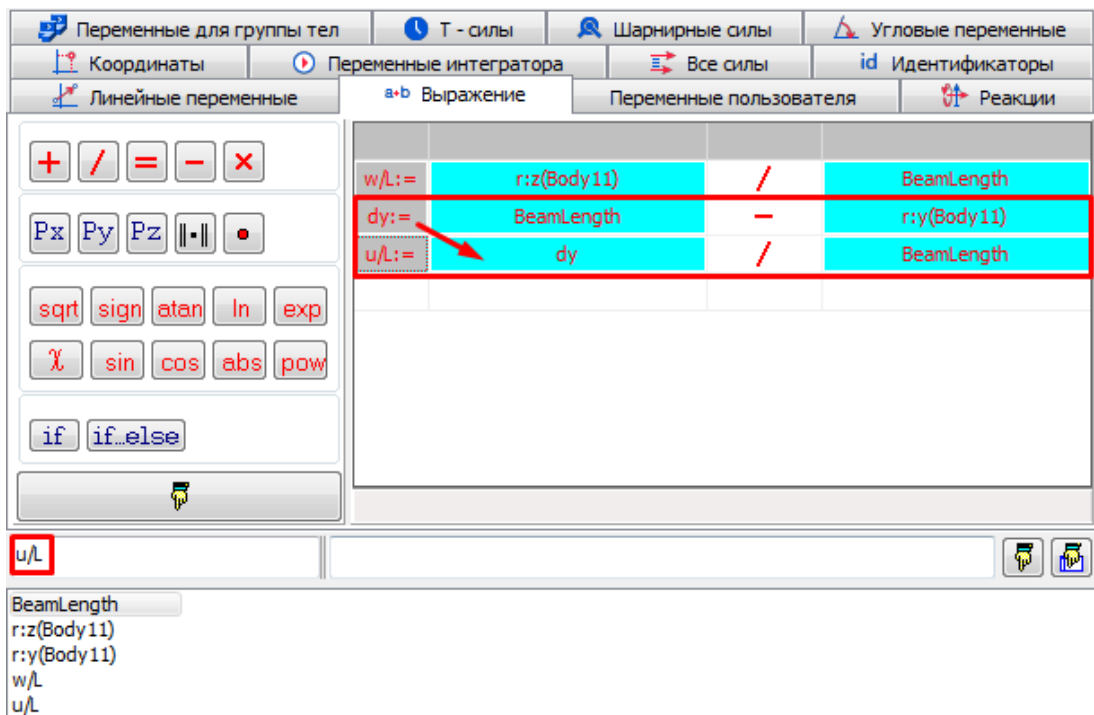

Рис. 3.20. Создание переменной u/L
- с помощью мыши перетащите переменные $r:y(Body11)$ и $BeamLength$ в поля операторов согласно рис. 3.20.